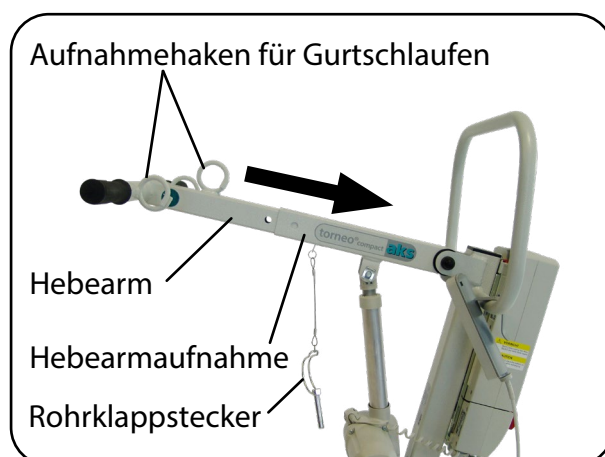

Abb. 6.2.06 – Hebearm Montage
- Ziehen Sie den Rohrklappstecker aus der Hebearmaufnahme. Klappen Sie dazu erst den Bügel am Rohrklappstecker um (Abb. 6.2.06).
- Stecken Sie den Hebearm in die Hebearmaufnahme. Achten Sie darauf, dass die Aufnahmehaken für Gurtschlaufen nach oben zeigen (Abb. 6.2.06). Die Konstruktion des Hebearmes stellt sicher, dass er nur in der vorgesehenen Stellung in der Hebearmaufnahme montiert werden kann.